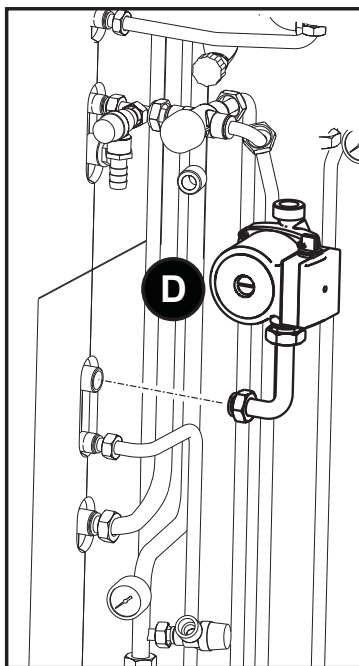

fig. 39
•Fissare la “Tubazione ritorno impianto / scambiatore - 14” tra pompa D (fig. 39) e caldaia